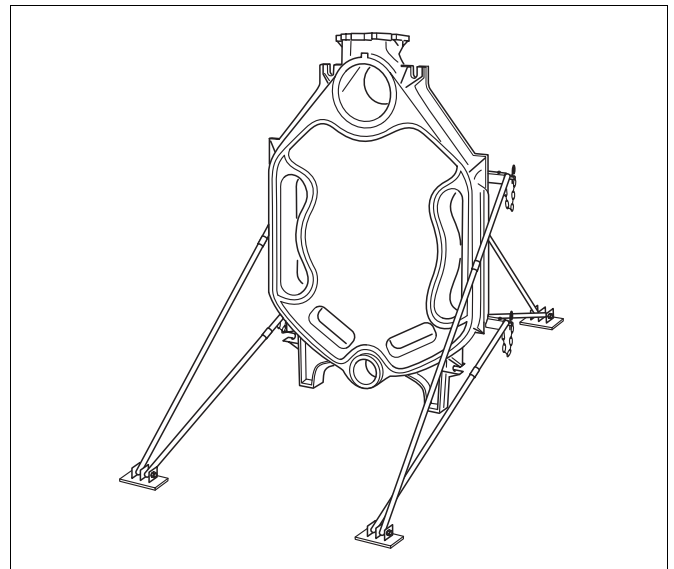
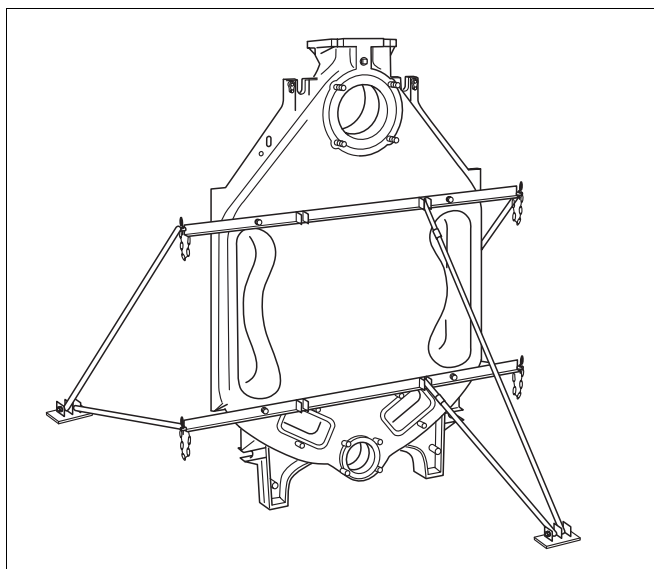

Fig. 9 Elemento posteriore con dispositivo di montaggio ausiliario montato
Fig. 11 Fissaggio del dispositivo di montaggio ausiliario
- ▶ Fissare gli elementi della caldaia con lo strumento ausiliare di montaggio (accessorio) affinché non si ribaltino. Per prima cosa, avvitare l'elemento posteriore allo strumento ausiliare di montaggio (fig. 9, pag. 17).
- ▶ Sistemare l'elemento posteriore e fissarlo con il dispositivo di montaggio ausiliario per evitarne il capovolgimento (→ fig. 11 e fig. 9 e le istruzioni del dispositivo di montaggio ausiliario fornite separatamente).